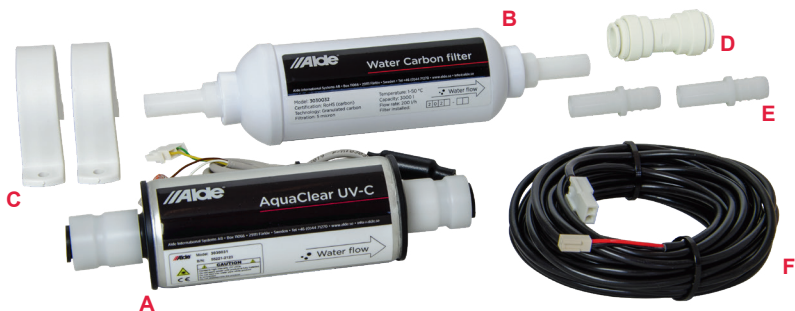
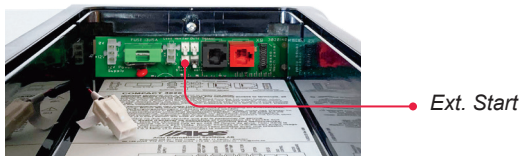

fig. 1, Alde AquaClear 3030033, komplett
fig. 4
Alde AquaClear komplett 3030033 (fig. 1), består av:
2. Montera ihop Alde AquaClear UV-C (Fig. 1, A) med Alde Water Carbon filter (fig. 1, B). Observera att Alde Aqua Clear UV-C ska sitta före Alde Water Carbon filter i flödesriktningen. (Se fig. 3)
5. Kontakten med grön och gul ledning kopplas ihop med medföljande förlängningskabel (fig. 1, F). Kabeln ansluts sedan till pannans Ext. Start-kontakt (fig. 4) och indikerar om filtret är aktivt på manöverpanelen vid flöde från vattenpumpen.